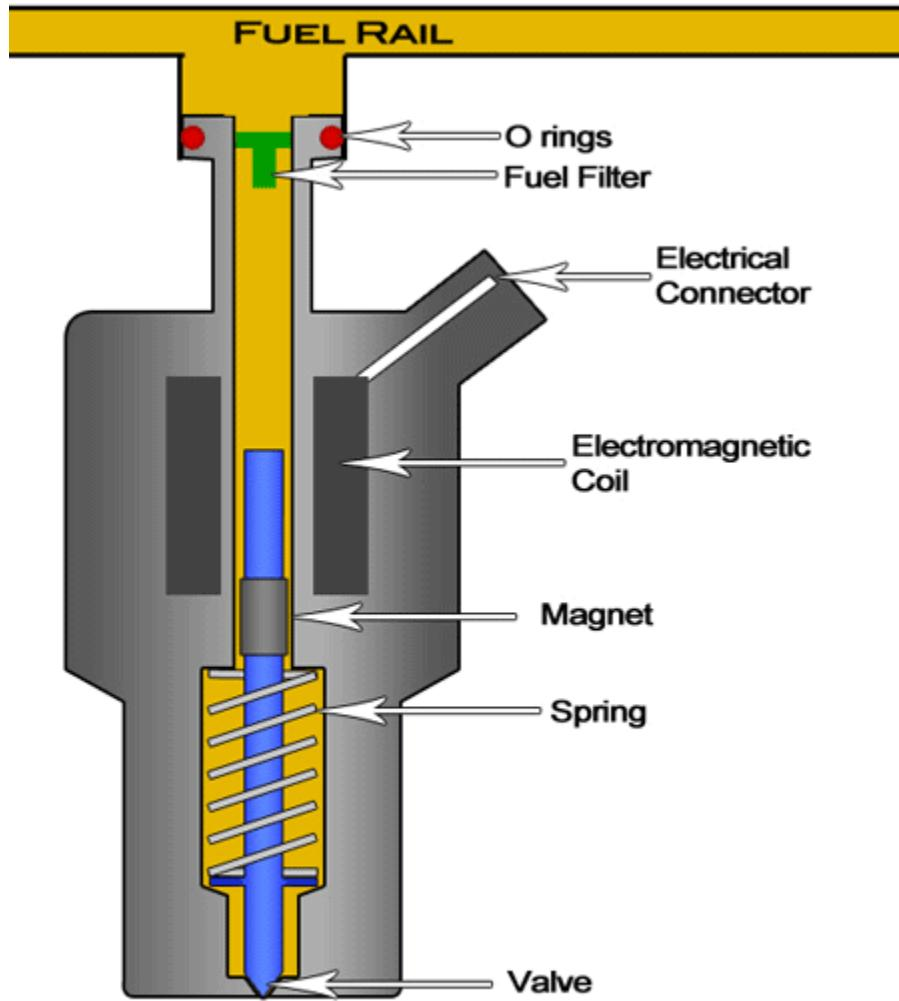

图 2. 直喷型燃油喷油器
1. 燃油喷油器阀: 分为进气歧管喷射型和直喷型，都为电磁阀结构，主要区别在于，进气歧管喷射型燃油在进气歧管中雾化，而直喷型是通过多次快速喷射形成，所以最主要区别是控制的频率不一样，直喷型的 PWM 控制频率通常为 1kHz~2kHz。喷油器电磁阀数量与发动机气缸数匹配，例如，四缸机有 4 个燃油喷油器。如图 2 所示，喷油器主要包括电磁线圈、针阀和弹簧，通过在电磁线圈通电来吸起针阀打开喷嘴。该电磁阀的驱动一般采用峰值保持 (Peak&Hold) 控制，峰值电流需求在 2~4A，保持电流需求 0.5~1.5A，通常为 PWM 控制，典型 PWM 频率在 1kHz~2kHz。负载诊断方面需要监测负载短路、负载开路、输出短路到地或者 12V 电源等。